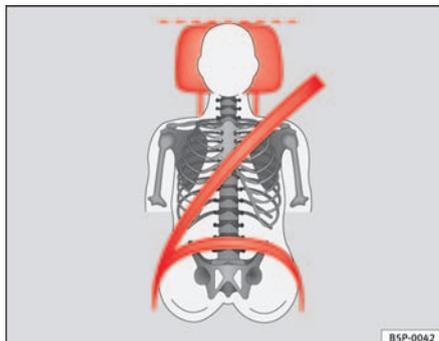
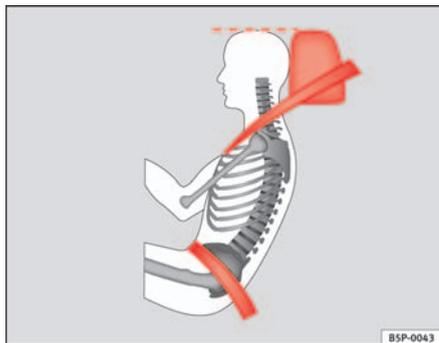

Fig. 3 Appuie-tête correctement réglé, vu de l'avant
Fig. 4 Appuie-tête correctement réglé, vu de côté
- Réglez l'appuie-tête de telle manière que son bord supérieur soit dans la mesure du possible à la même hauteur que la partie supérieure de votre tête, et au moins à la hauteur des yeux ⇒ fig. 3 et ⇒ fig. 4.